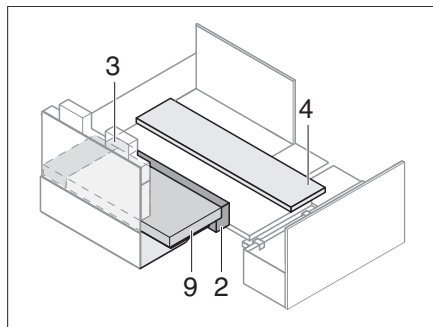

Bild 201 Zusatzpolster positionieren
- Zusatzpolster positionieren (Bild 201). Der Abstand ergibt sich aus den Einlegepolstern.
- Sitzpolster und Sitzverbreiterungen einlegen. Rückenpolster (Bild 201,9) auf die Zusatzpolster legen.